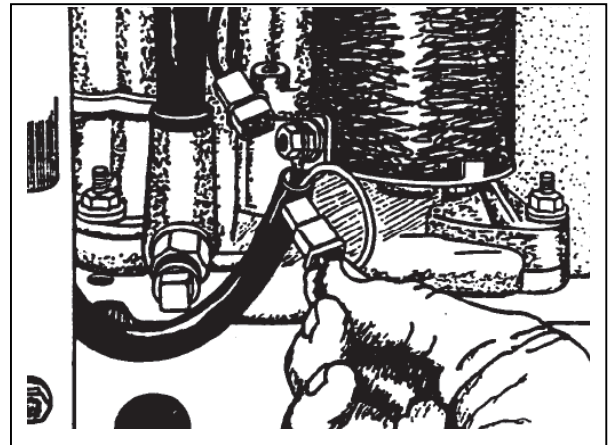

図 1-22
- A. エンジンの後方(図 1-22 の A)の配線を接続します。